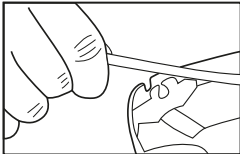

Figura 4
5. Insira o cabo no espaço da base destinado a ele, (figura 4).